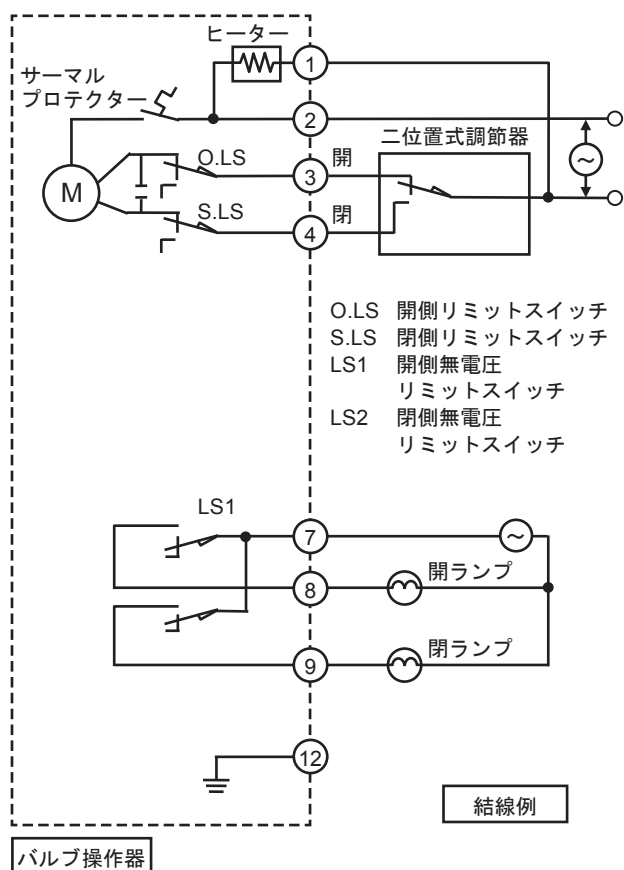
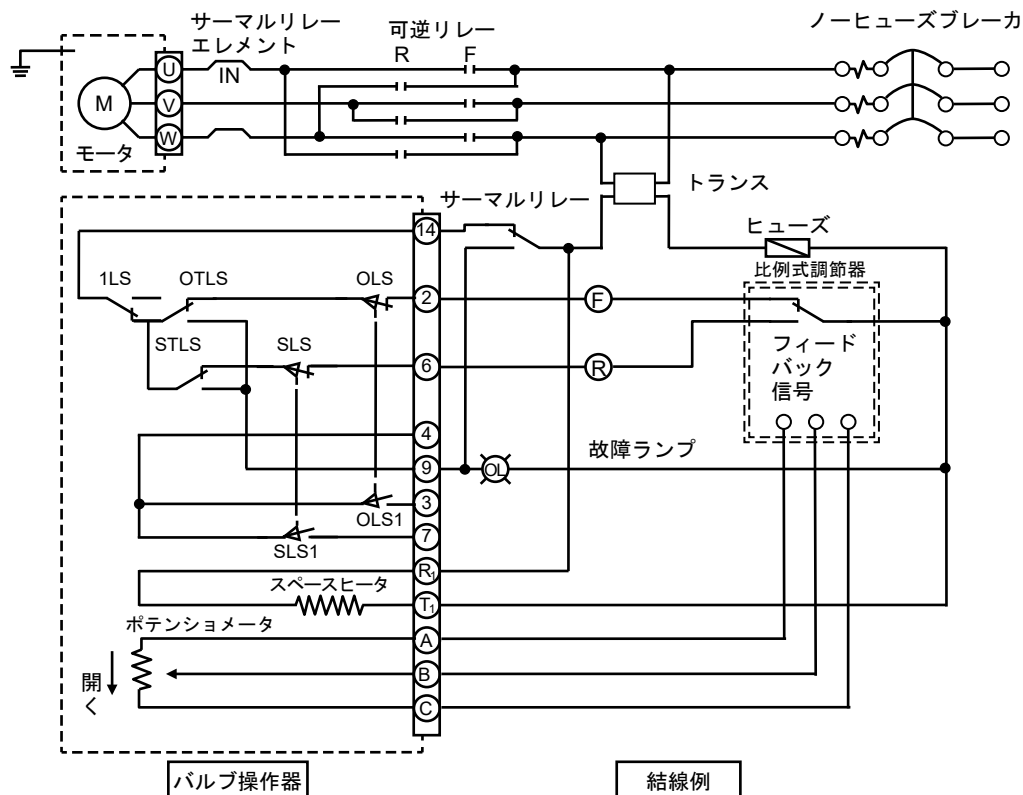

図38 NEL-0、1、2、2.5、3、4型の二位置制御式例
図42 LTKD-02の比例制御式
- (1) 配線設計を行う場合は、『図38』～『図42』を確認のうえ、正しく行ってください。
- (2) 操作器LTKDは、3相モータです。